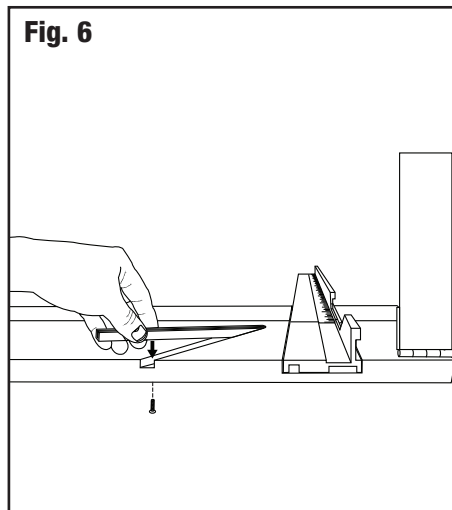

Fig. 6
1. Con la punta redondeada hacia el carril de guía, presione cada uno de los canales de la guía de paspartús en las ranuras en la tabla de cortar (Fig. 6).
2. Inserte los tornillos de canal desde LA PARTE TRASERA de la tabla y apriételos (Fig. 6).